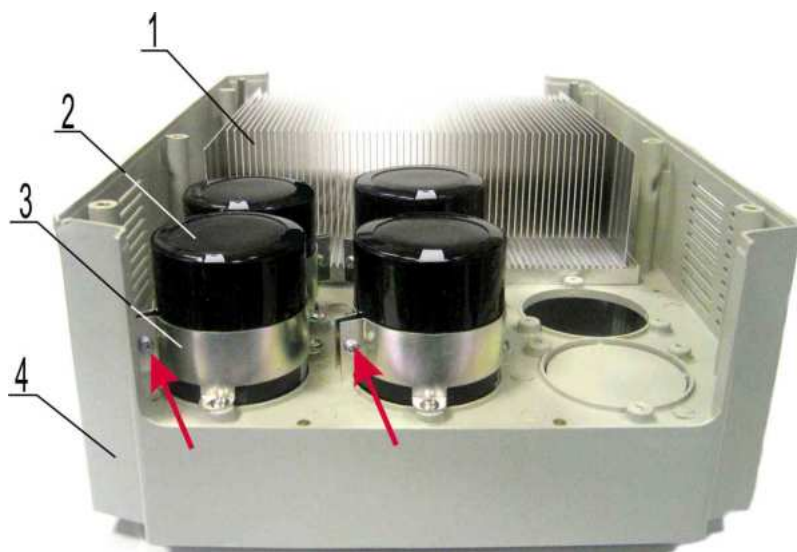

Рис. 6.24
6.16.1. Перевернуть нижнюю часть корпуса 4, как показано на рис. 6.24.
6.16.2. Ослабить четыре винта, стягивающие хомуты 3 на конденсаторах 2 (рис. 6.24).